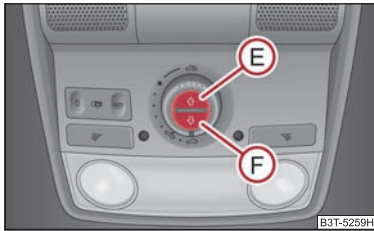

Fig. 45 Tastele pentru ruloul de protecție solară
Puteți închide, respectiv deschide separat ruloul de protecție solară cu ajutorul tastelor ⇒ fig. 45.
- Pentru deschidere completă apăsați scurt tasta **E** ⇒ fig. 45.
- Pentru închidere completă apăsați scurt tasta **F** ⇒ fig. 45.
⇒ pagina 57, fig. 45 pentru circa 10 secunde.